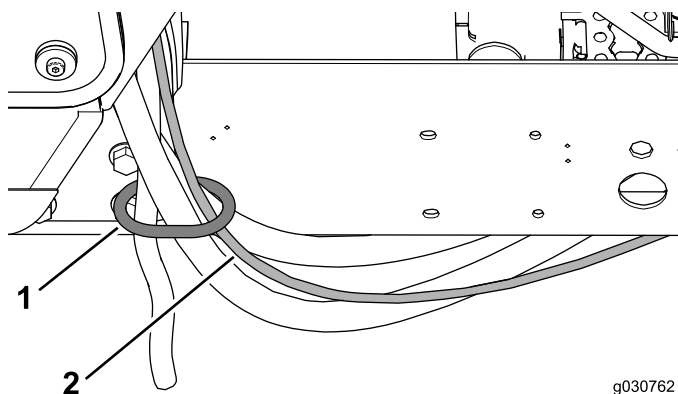

図 39
1. ウォッシャー用のホースを、後キャブマウントのホース用リングに通す図 39。